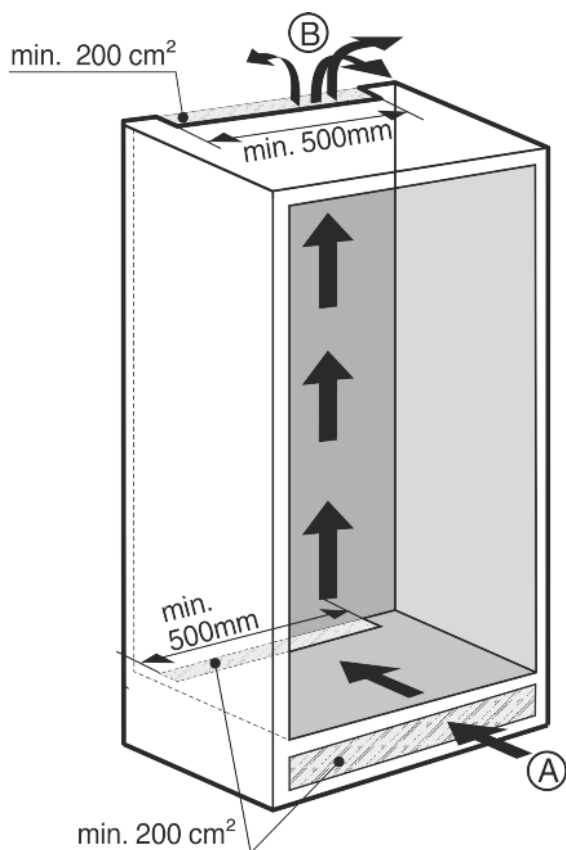

Fig. 3
- Es muss ein wirksamer Lüftungsquerschnitt von mindestens 200 cm² pro Gerät an Lufteintritt Fig. 3 (A) und Luftaustritt Fig. 3 (B) vorhanden sein.